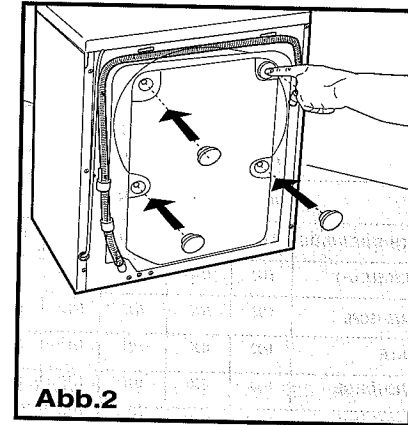

Abb.2
- Schließen Sie mit den beiliegenden Kunststoff-Verschlusskappen die 4 Öffnungen der Transportsicherung (Abb. 2)